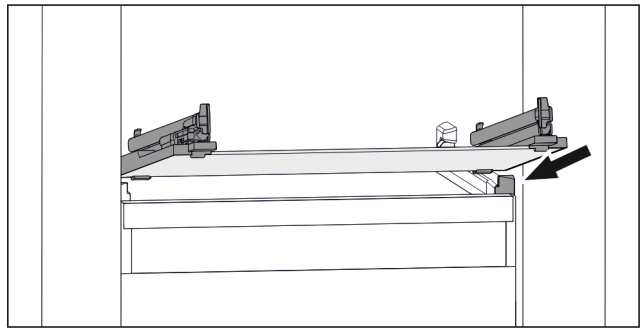

Fig. 77 Примерно изображение на стъклената плоча
- ▶ Поставете стъклената плоча под ъгъл зад ограничителите. (виж Fig. 77)